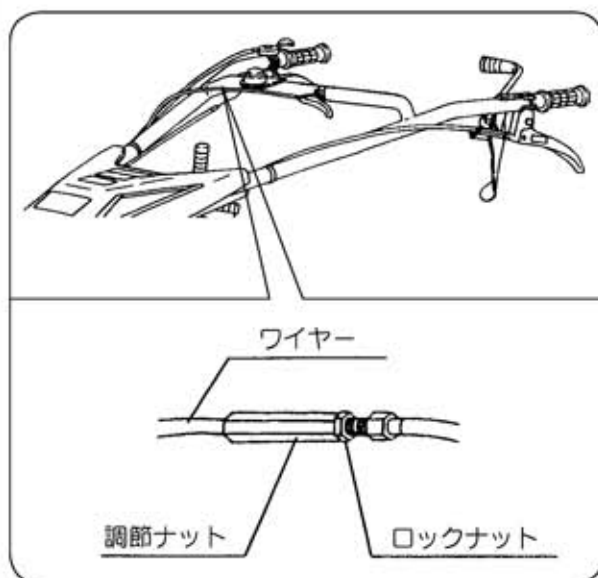

図29
- ①ロックナットをゆるめます。(図29)
- ②調節ナットを回してハンドルが上下が移動出来るように調整して、ロックナットを締めつけます。(図29)